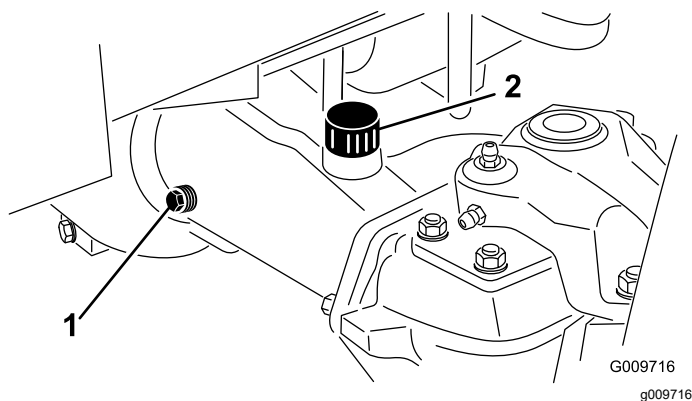

Figura 66
2. Retire un tapón de verificación de un extremo del eje y asegúrese de que el lubricante llega al borde inferior del orificio (Figura 66).